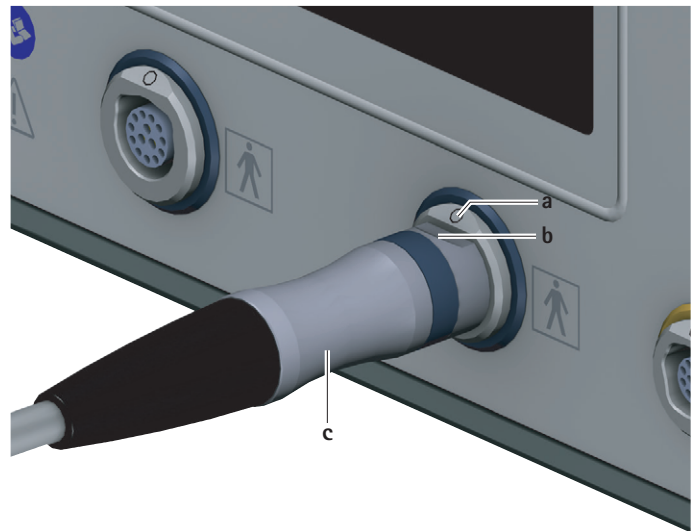

Abb. 3 Motorkabel anschließen
- Stecker für Steuereinheit **c** am Motorkabel so ausrichten, dass die Markierung **b** auf dem Stecker mit der Markierung **a** auf der Anschlussbuchse für Anwendungsteile **7** übereinstimmt, siehe Abb. 3.
- Motorkabel am Stecker für Steuereinheit **c** aus der Anschlussbuchse für Anwendungsteile **7** ziehen, siehe Abb. 3.